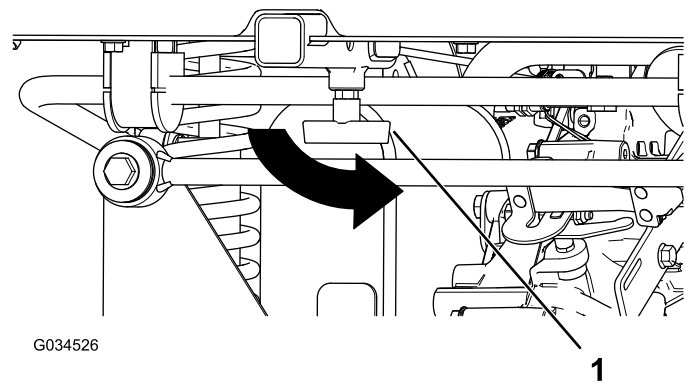

Figure 17
4. Resserrez la poignée en « T » en la tournant dans le sens antihoraire (Figure 17).